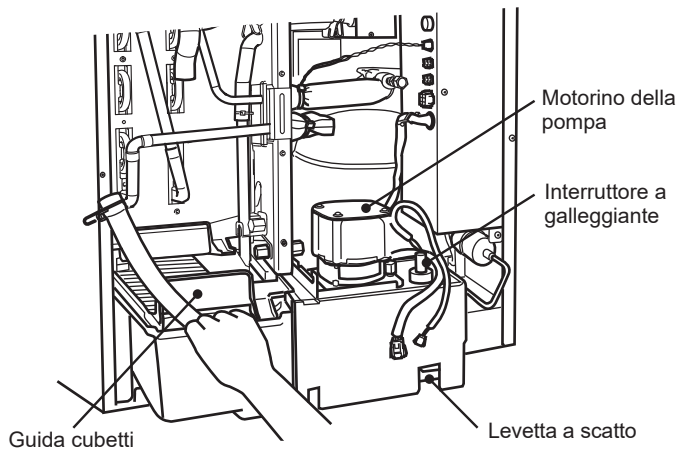

Fig. 4
- Rimuovere il serbatoio dell'acqua, la guida cubetti, la staffa del motorino della pompa, il motorino della pompa e l'interruttore a galleggiante. Vedere Fig. 4.